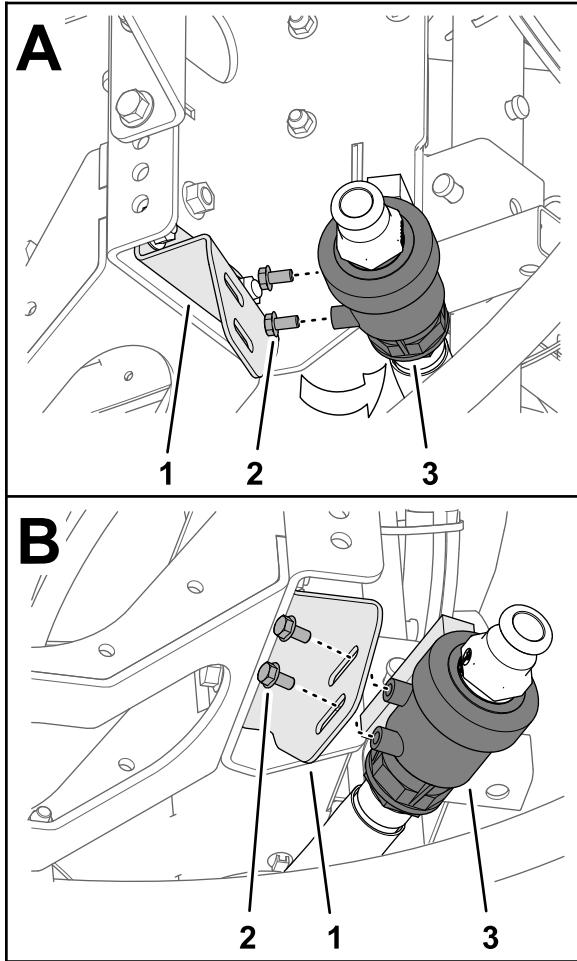

Figure 14
3. Retirez les 2 boulons à embase (5/16" x 5/8") du boîtier du robinet de vidange (Figure 14).
4. Fixez le robinet de vidange sur son support (Figure 14) à l'aide de 2 boulons à embase (5/16" x 5/8") que vous avez retirés à l'opération 3.